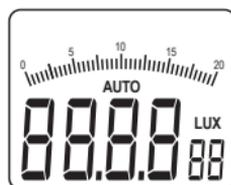

Figura 3-1-2C
- Vuelva a pulsar la tecla durante un segundo y la palabra "PEAK" desaparecerá de la esquina superior derecha del LCD y aparecerá "AUTO" en el centro. El instrumento sale del modo de medición de valor de pico y vuelve al modo de medición automático (como se muestra en la figura 3-1-2C).